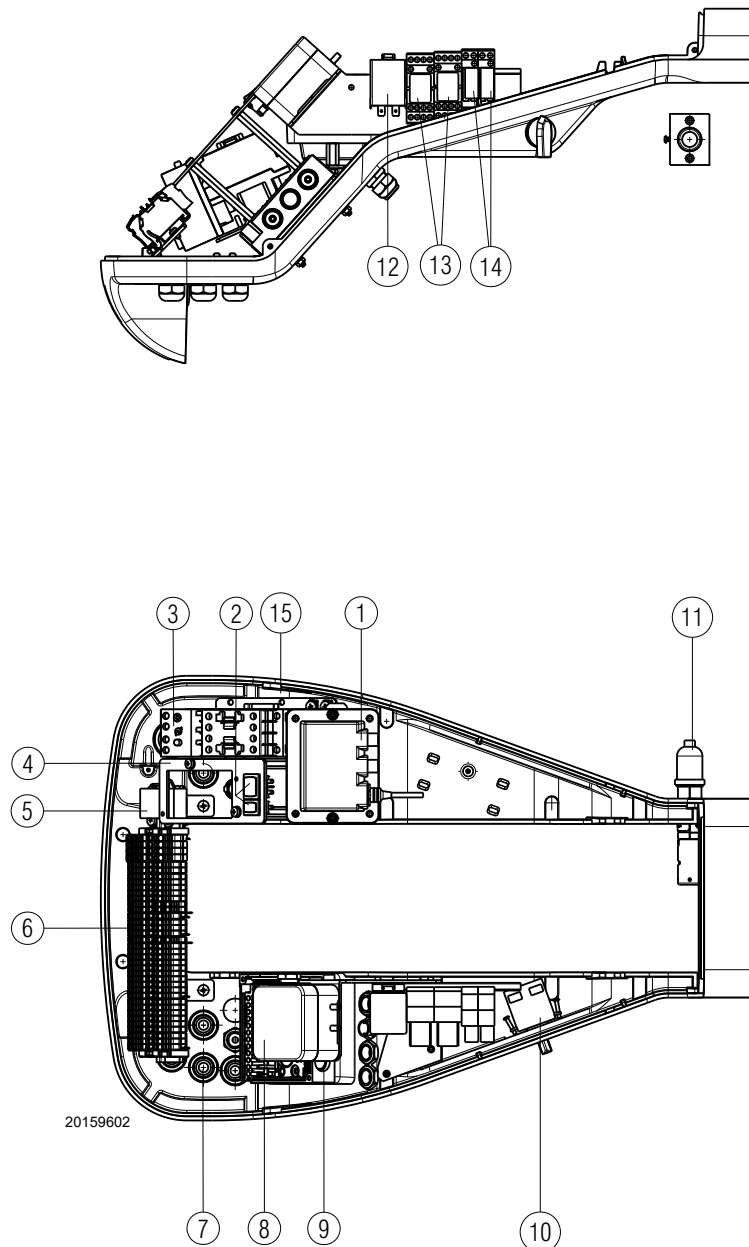

Fig. 6
- **Blocco motori:** per sbloccare premere il pulsante del relè termico 3)(Fig. 6).